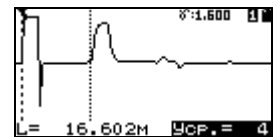

Рисунок 35
- **Усреднение**, кнопками \triangle , ∇ можно установить количество усреднений до 255 (рисунок 35).